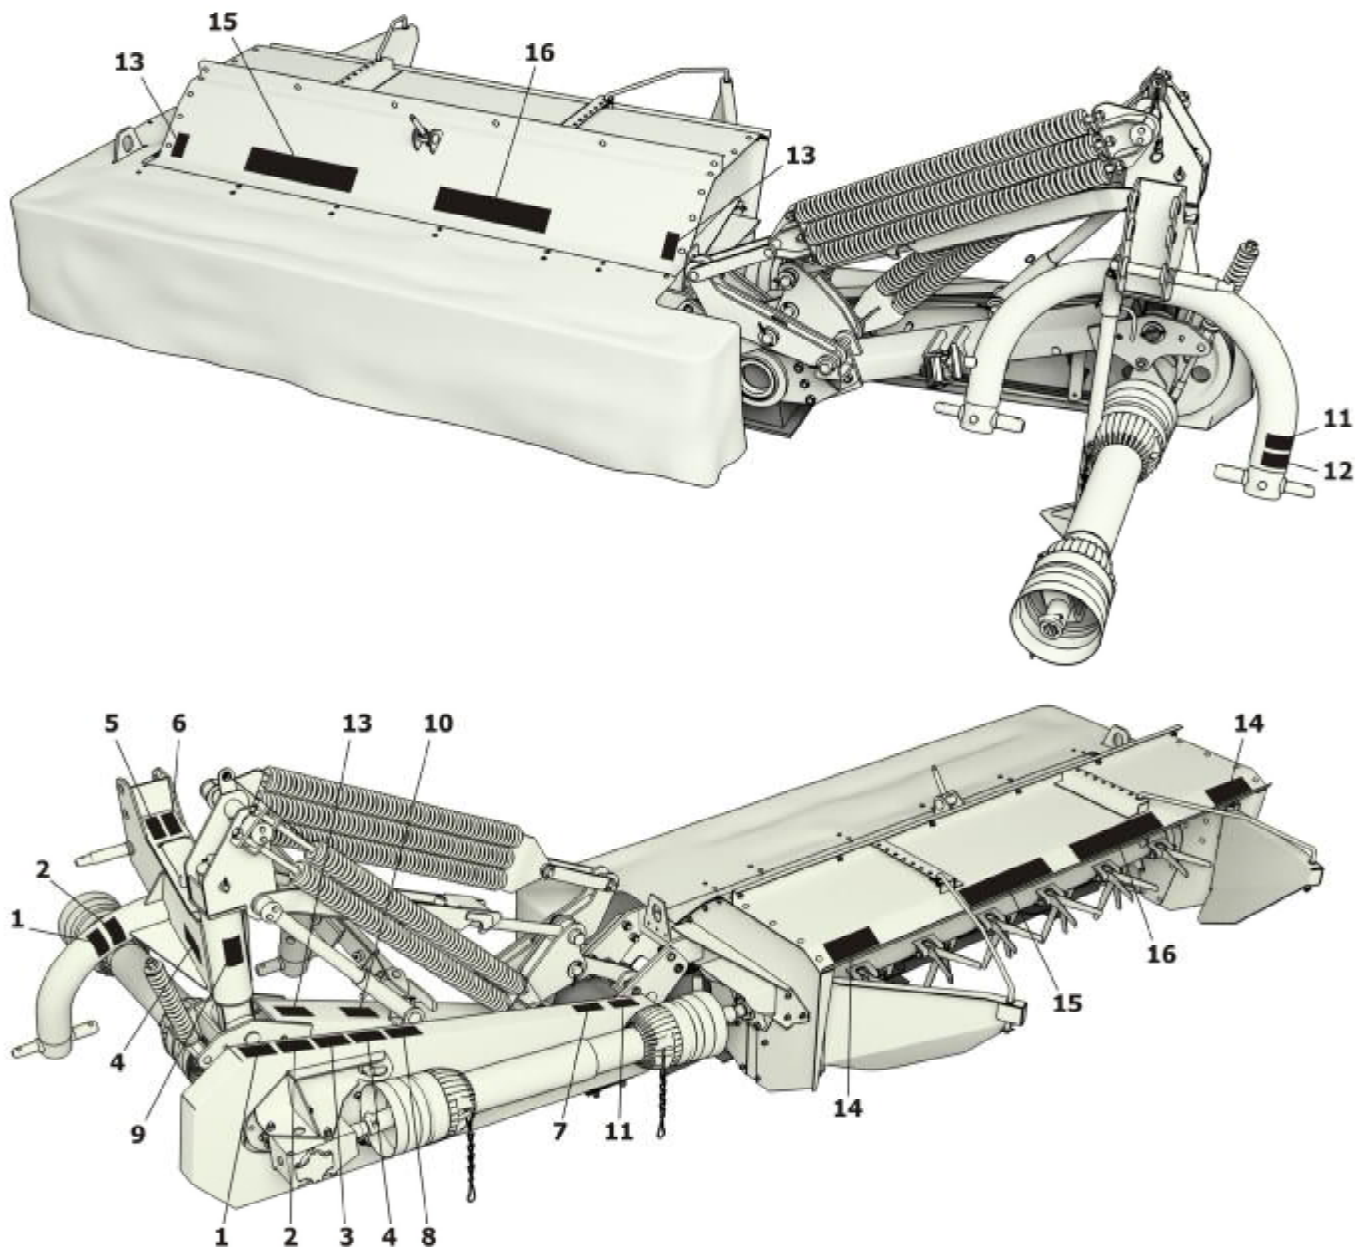

Рис.13 Места расположения предупредительных символов
- при транспортировании, косилка должна быть зафиксирована в транспортном положении согласно рис. 13.
Места расположения и значения предупредительных символов приведены на рис. 13 и в таблице 2.